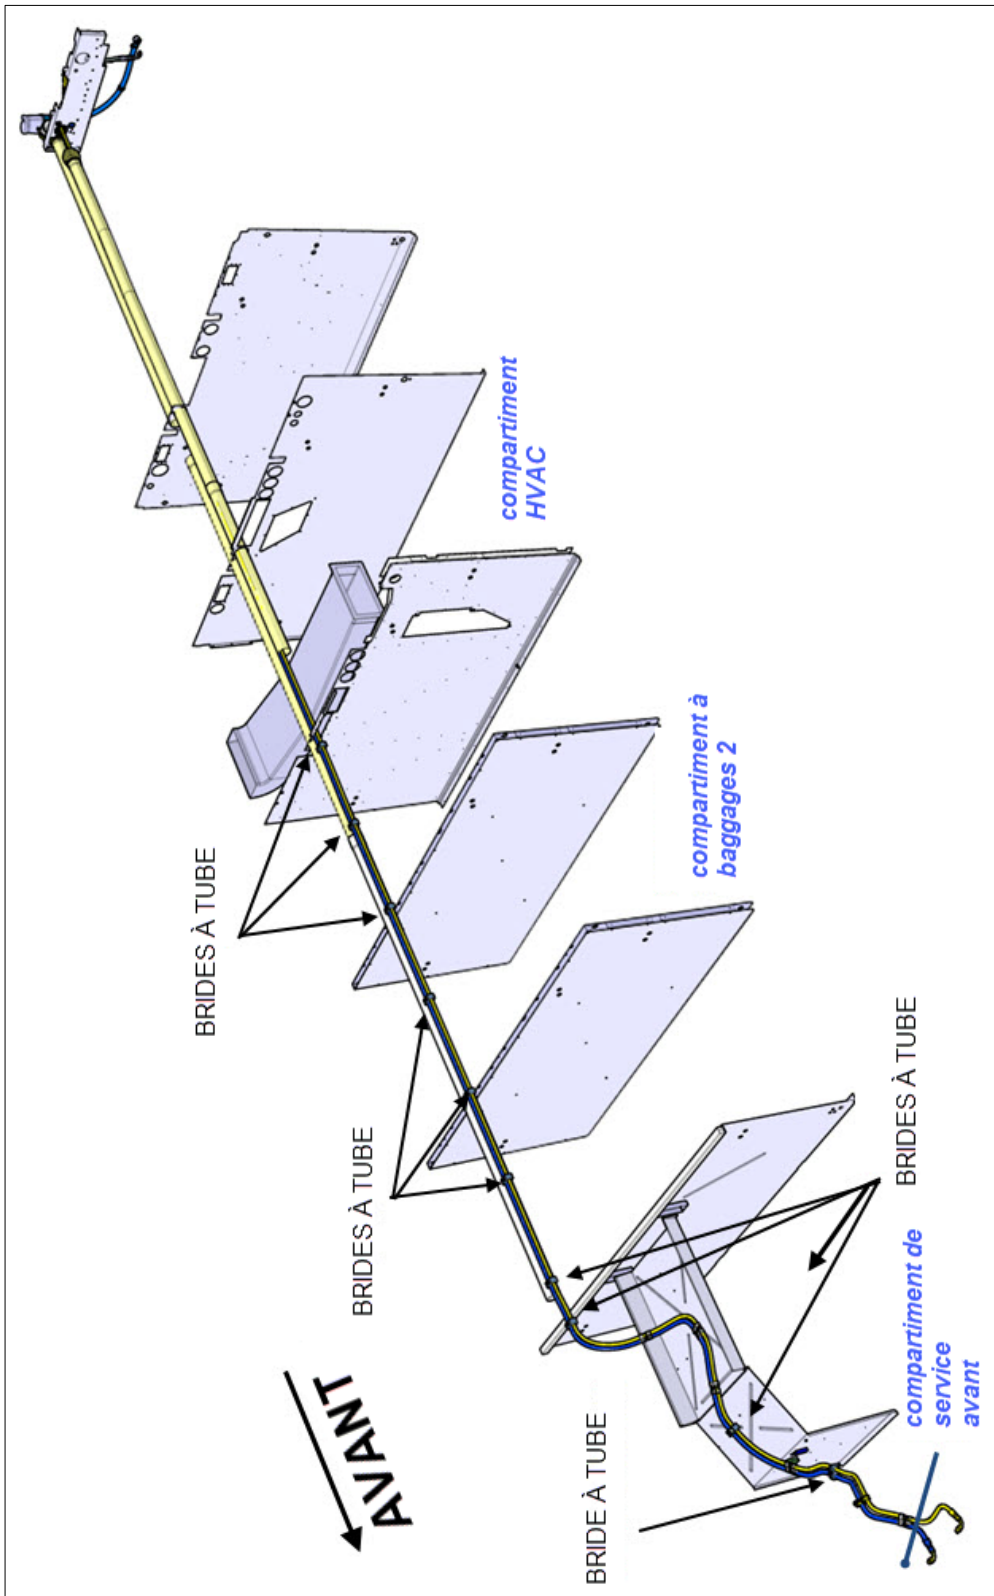

FIGURE 37 : BOYAU DE REFOULEMENT DE LA POMPE DE DIRECTION ASSISTÉE H3-45 REPRÉSENTÉ
17. Tout en suivant le boyau de refoulement à partir du compartiment de la roue de secours et en procédant l'une après l'autre, retirez et jetez tous les brides identifiées à la figure 37.
34. Installer les nouvelles brides à tubes #504189 (figure 37 & 48).